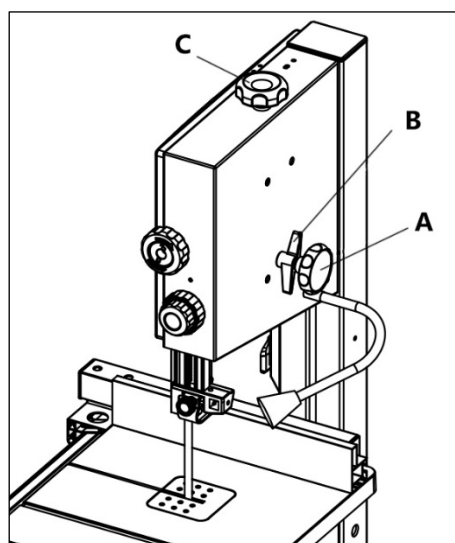

Рисунок 12.
- Ослабьте ручку блокировки В (рис. 12), вручную поворачивайте верхний маховик, осторожно, не касаясь зубьев полотна.
- Полностью поднимите верхнюю направляющую пильного полотна. Принимая во внимание его ширину, поворачивайте ручку С (рис. 12), чтобы отрегулировать натяжение.
- Ослабляйте ручку натяжения С (рис. 12) пильного полотна до тех пор, пока натяжение не ослабнет.